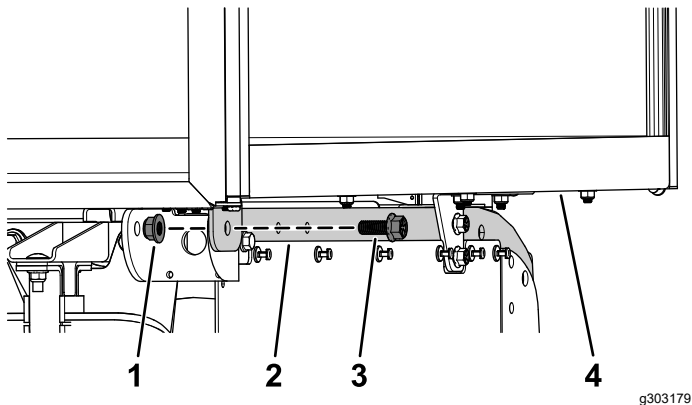

图 8
- 用一个凸缘头螺栓 $\frac{1}{2} \times 1\frac{1}{4}$ 英寸和一个凸缘螺母 $\frac{1}{2}$ 英寸将多功能货车车厢的后部固定到机架管的后部图 8。